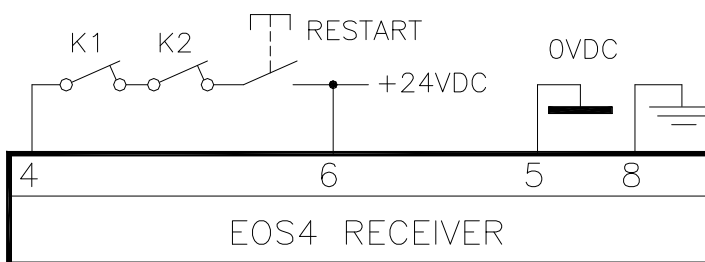

Figura 20 – Manual con control K1K2
- ⚡ En caso de funcionamiento manual, también se vuelve necesaria la presencia del botón de RESTART en serie con los contactos N.C. (retroalimentación) de los contactores externos K1/K2 (Figura 20).